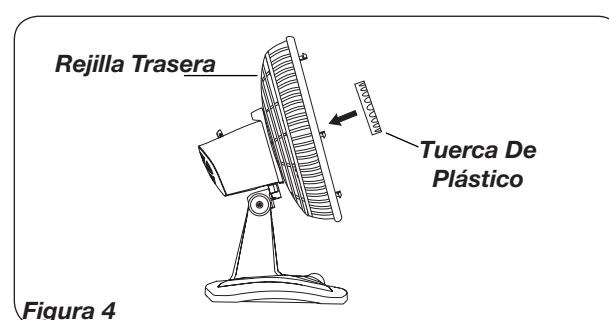

Figura 4
4. Asiente la **Rejilla Trasera** y sujetela con la **Tuerca De Plástico** **HACIA LA DERECHA**. (Figura 4)